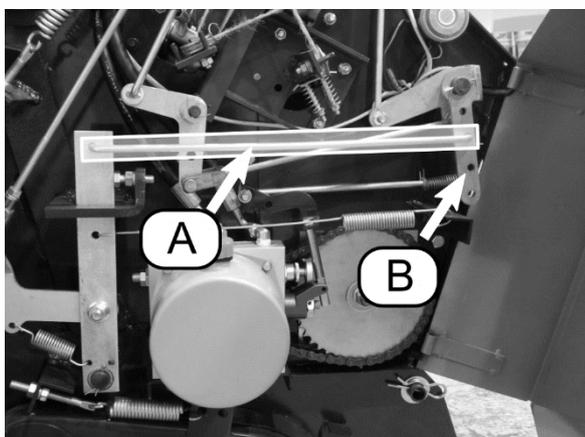

Рисунок 18 Правая сторона пресс-подборщика
- 1) В большинстве случаев внешний стержень (Рис. 18, А) можно переместить в другое отверстие в передней регулировочной пластине (В). Для рулонов меньшей плотности переместите шток в верхнее отверстие. Для рулонов большей плотности переместите шток вниз.